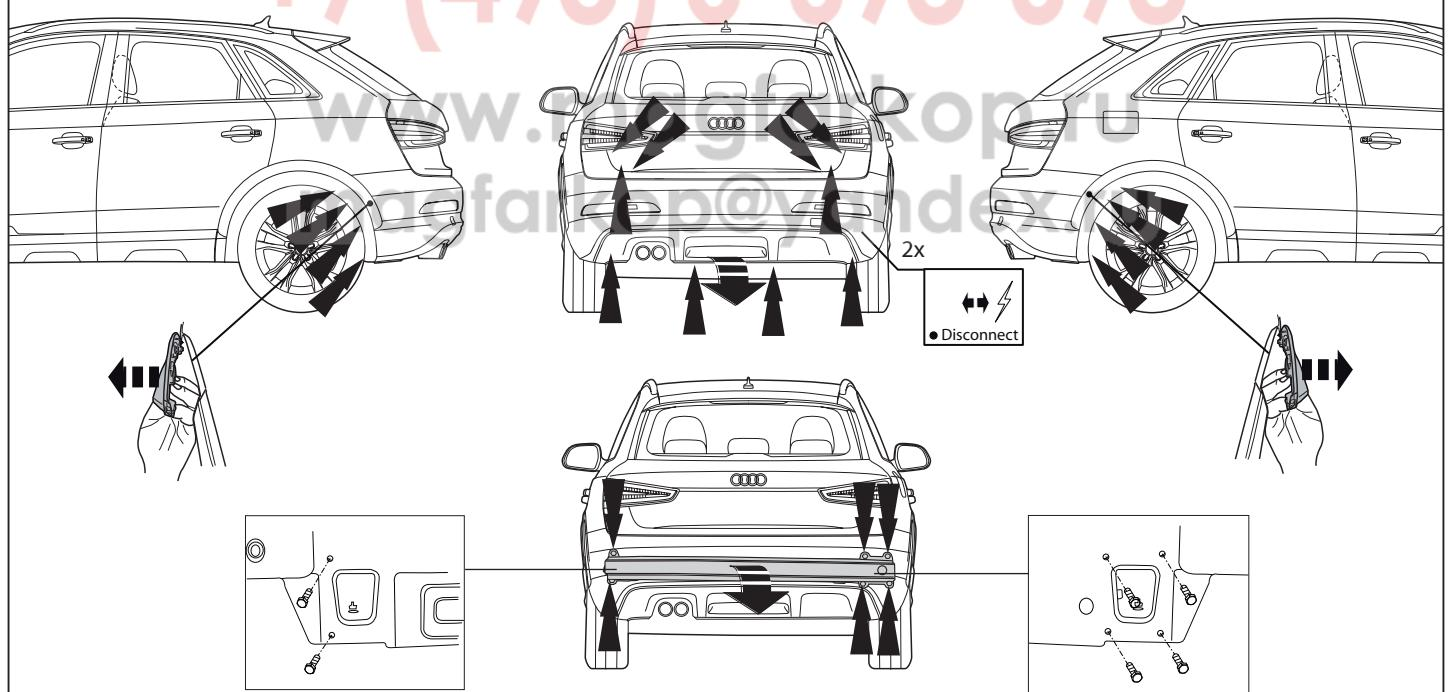

Fig. 1
1. Die Stoßstange einschließlich des stählernen Stoßbalkens vom Fahrzeug abmontieren. Der Stoßbalken wird nicht mehr benötigt. Schrauben wieder anbringen. Siehe Abbildung 1.
6. Die zwei PE-Schaumblöcke als Dichtung in den Fahrgestellträger einsetzen. Die angegebenen Teile kitten (siehe Abb. 1).
4. Placerar de båda PE-skyddsmärkena som tillämping i chassiблакarna. Tillsist placera schablonen mot stora flängarna (se fig. 1).